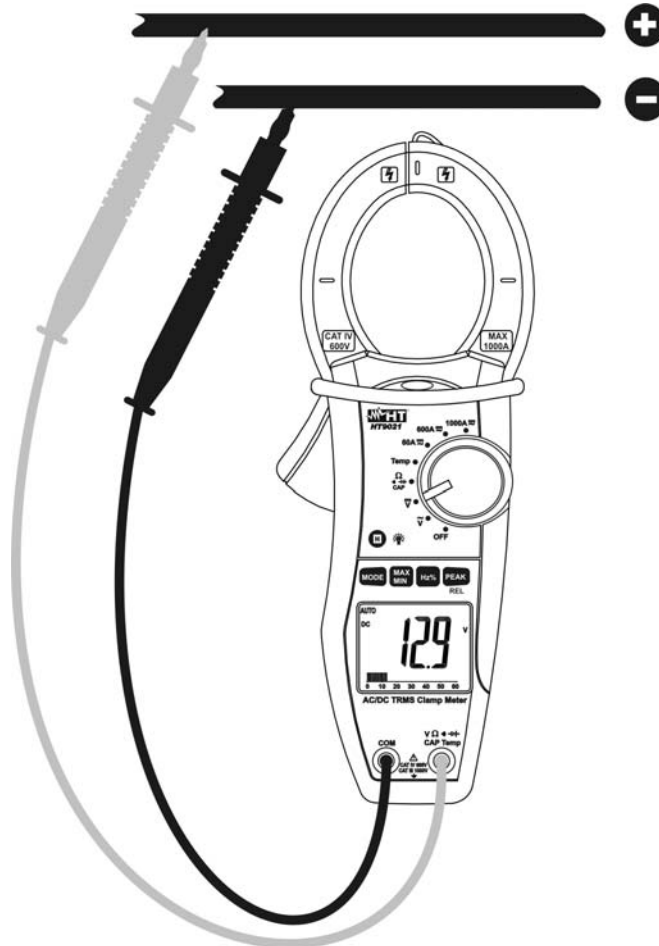

Abb. 3 DC Spannungsmessung
2. Verbinden Sie die Meßleitungen mit den Eingangsbuchsen. Die rote Meßleitungsbuchse mit der $V\Omega\text{CAP Temp}$ Eingangsbuchse, die schwarze Meßleitungsbuchse mit der **COM** Eingangsbuchse (Abb. 3)